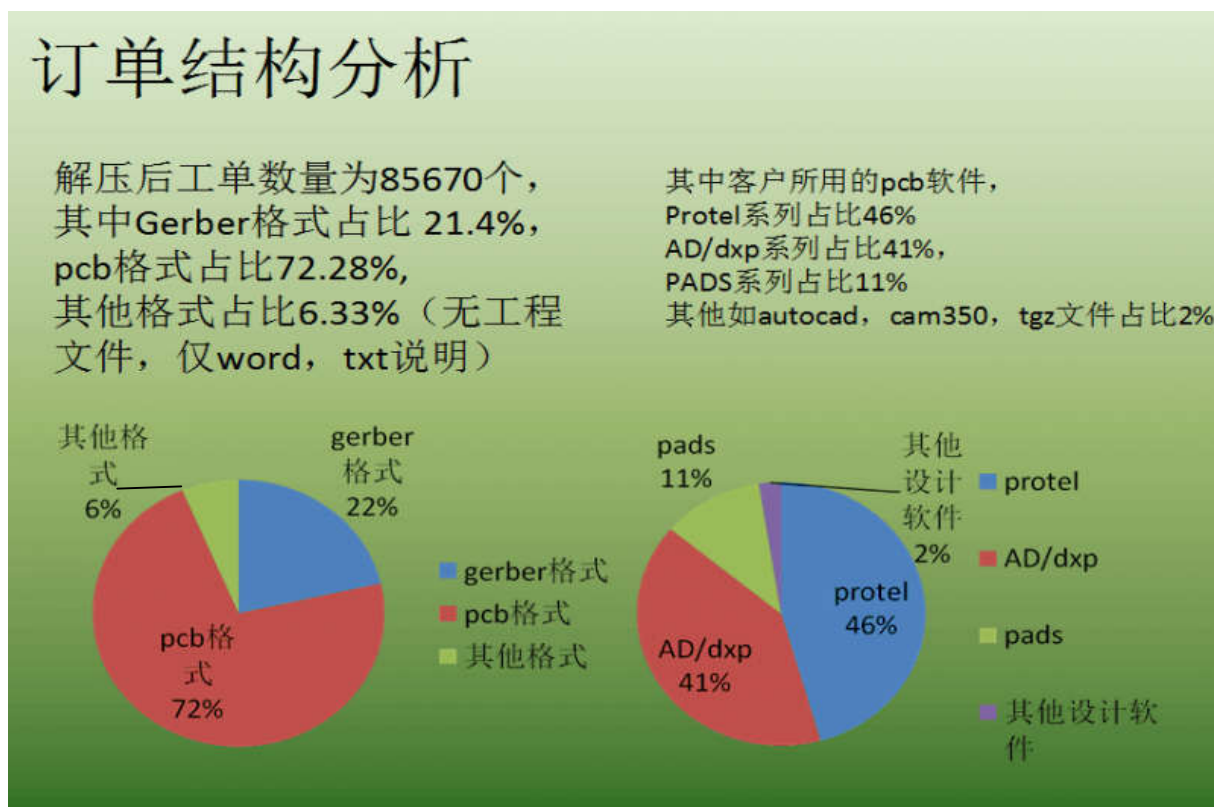

图 1 嘉立创客户软件使用结构分析
2.根据嘉立创的统计分析结果，客户做板资料格式如图 1 所示：